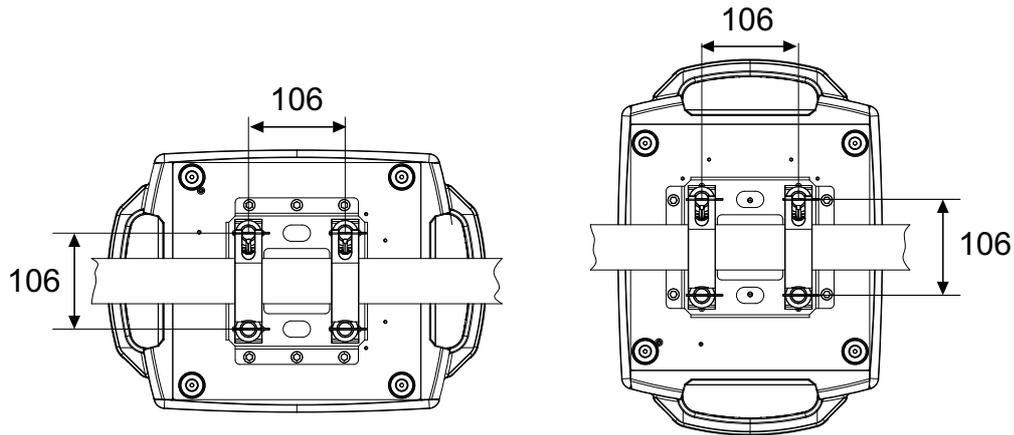
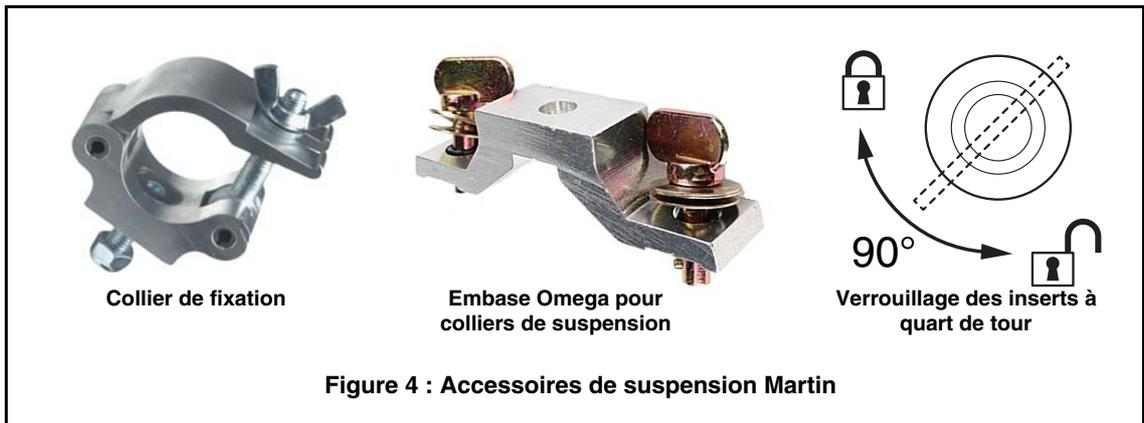

Figure 3 : Positions des embases Omega
Figure 4 : Accessoires de suspension Martin
Les colliers doivent être de type demi-coupleur (voir Figure 4) ou d'un type équivalent qui encercle entièrement le tube porteur à moins que l'appareil ne soit installé en douche vers le bas, auquel cas d'autres types de colliers homologués pour le poids de l'appareil peuvent être utilisés.
Les points d'accroche au niveau de la base acceptent des embases Omega. Voir Figure 3 ci-dessous :
3. Voir Figure 3 en page 11. Alignez le premier collier et son embase avec 2 points d'accroche de la base, puis engagez les deux inserts à quart de tour dans les emplacements correspondants de la base. Voir Figure 4. Tournez les leviers des inserts à quart de tour de 90° dans le sens horaire pour verrouiller. Répétez cette procédure pour le deuxième collier.